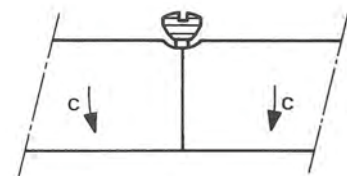

Abb. 12.
- Sprengmutter (12) lösen.
- Durch Abkippen in Richtung C Verlängerung ausklinken (Abb. 12).